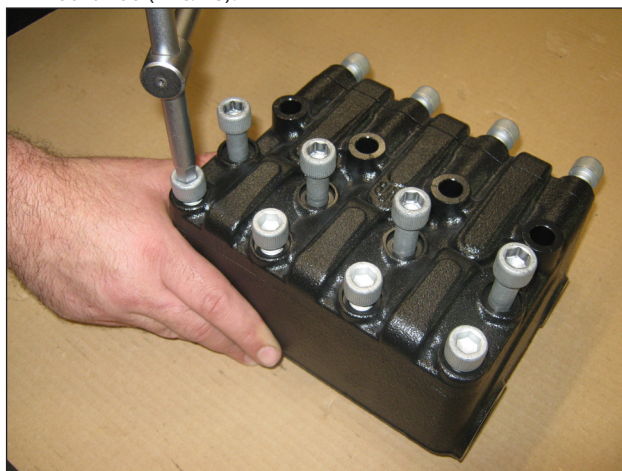
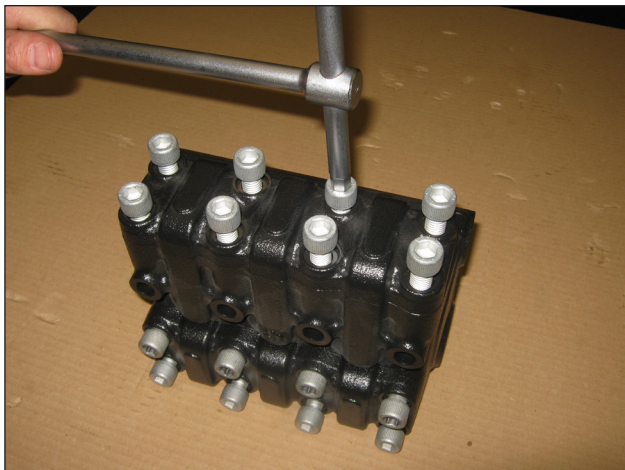

Рис. 16
Рис. 17
- отвинтите 4 винта М12х130 (М12х190 на SW64), 4 винта М12х45 крепления крышки всасывающих клапанов и 8 винтов М12х35 крепления крышки нагнетательных клапанов (Рис. 16 и Рис. 17);